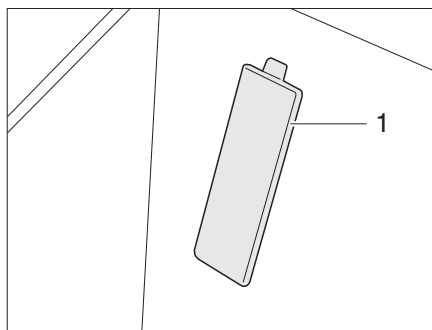

Fig. 369 Cache numéro de châssis (véhicule porteur Fiat)
- ▷ Le numéro de châssis se trouve derrière un cache (Fig. 369,1) dans la zone d'entrée, côté passager sur les véhicules porteurs Fiat.